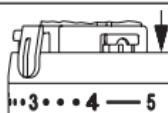

Fig. 8
3. Per limitare la posizione di "massima temperatura", la seconda clip di limitazione dovrà essere inserita nella sede subito dopo alla posizione "4" (Fig. 8).